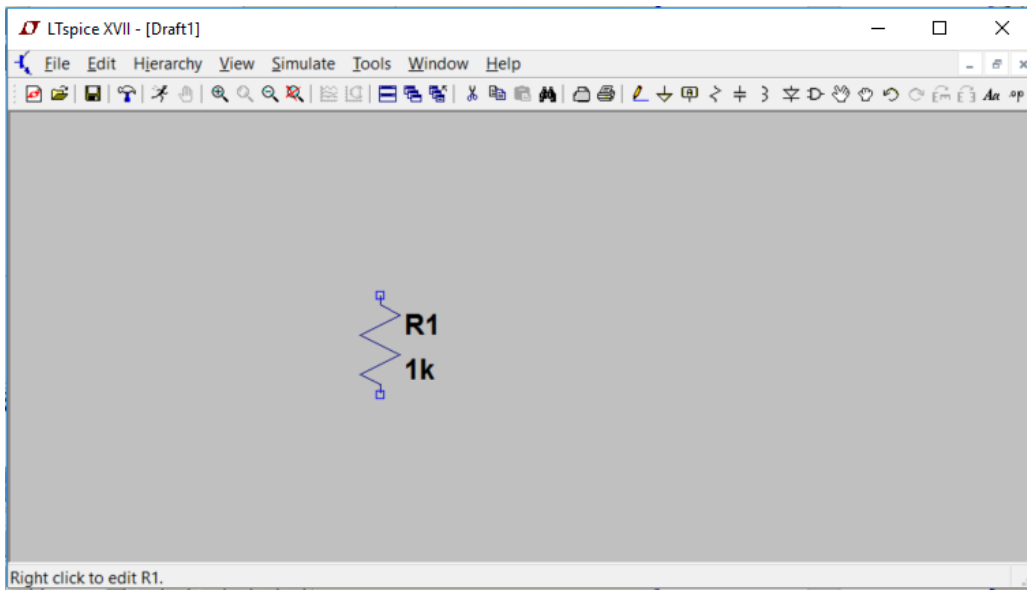
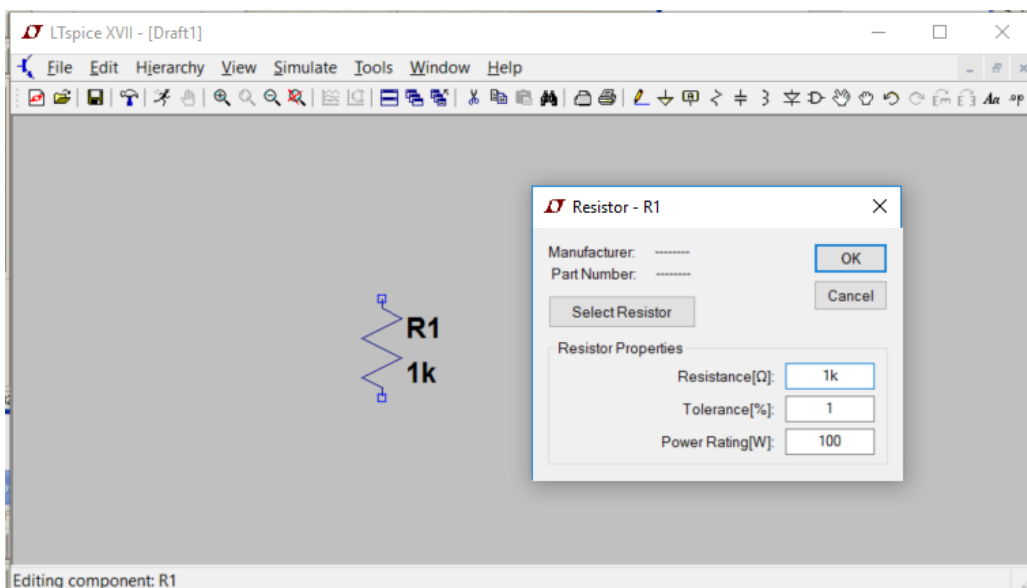

Figura A.7: LT Spice - Vizualizarea parametrilor unei rezistențe.
Figura A.8: LT Spice - Editarea parametrilor unei rezistențe.
2. Se vizualizează și editează lista parametrilor folosind *Right Click*(se observă în Figura A.7 și în Figura A.8),